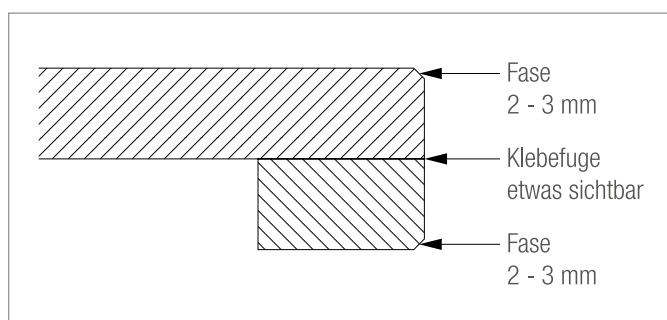

Abb. 2-1 Bündig, mit Fasen 2–3 mm, Klebefuge etwas sichtbar
1. Bündig, poliert mit Fasen 2–3 mm (Abb. 2-1)
1. Bündig, geschliffen mit Fasen 2–3 mm (Abb. 2-1)